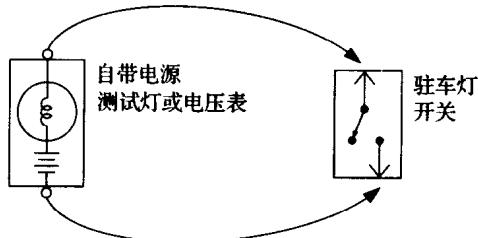

图 1-13 通电测试
(2) 通电测试
- ① 拆下蓄电池负极。
- ② 把自带电源测试灯或电阻表的一根引线连接到要检测的部位上。使用电阻表时,如图1-13所示,先把电阻表的两根引线短接,用调零器调零。